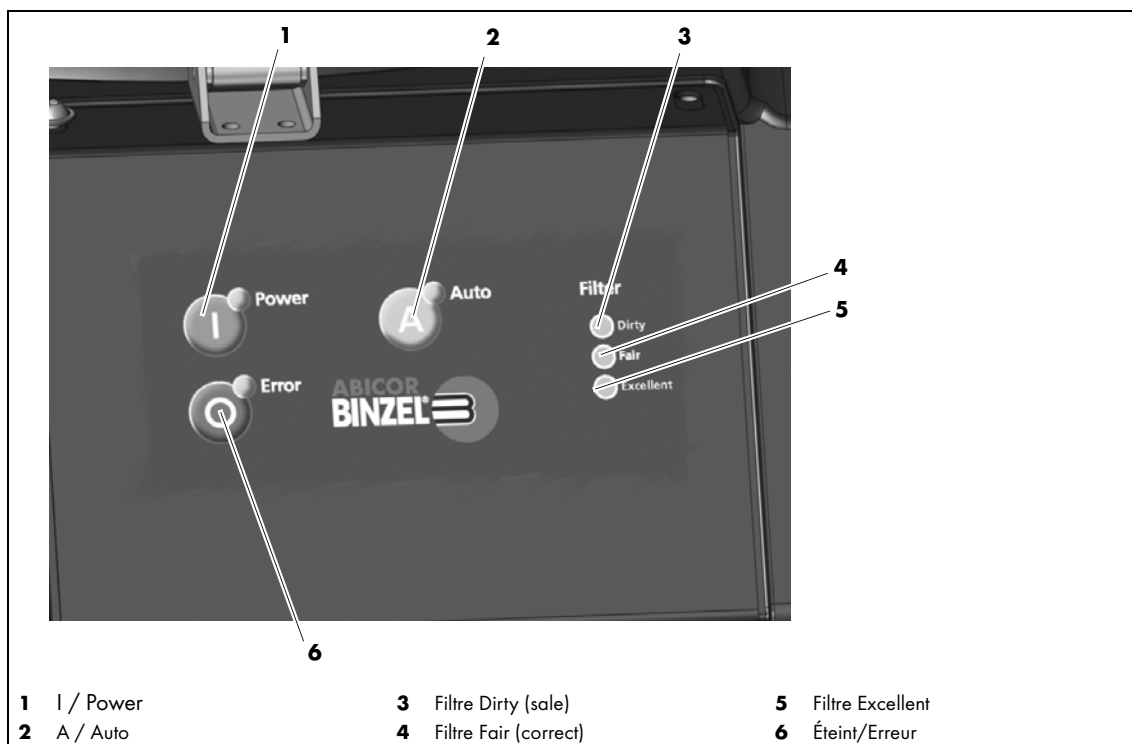

Fig. 3 Éléments de commande
- ⇒ Fig. 3 Éléments de commande à la page FR-10